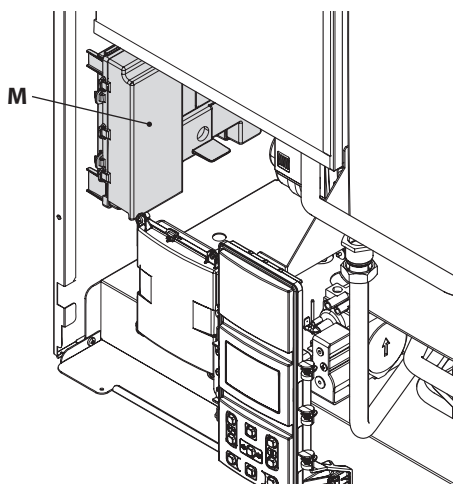

Figura 5.18
- Individuare il coperchio copri morsettiera **M** (Figura 5.18) ed aprirlo.